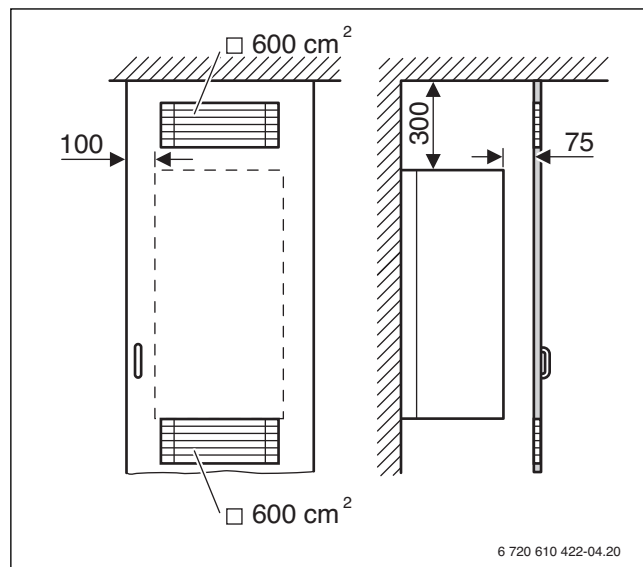

Fig. 6 Griglie di aerazione obbligatorie, in caso d'installazione in armadietto copricaldaia
- le distanze laterali e frontali da ogni tipo di parete, come da Fig. 6;
- la distanza superiore, in caso di armadietto copricaldaia come da Fig. 6.